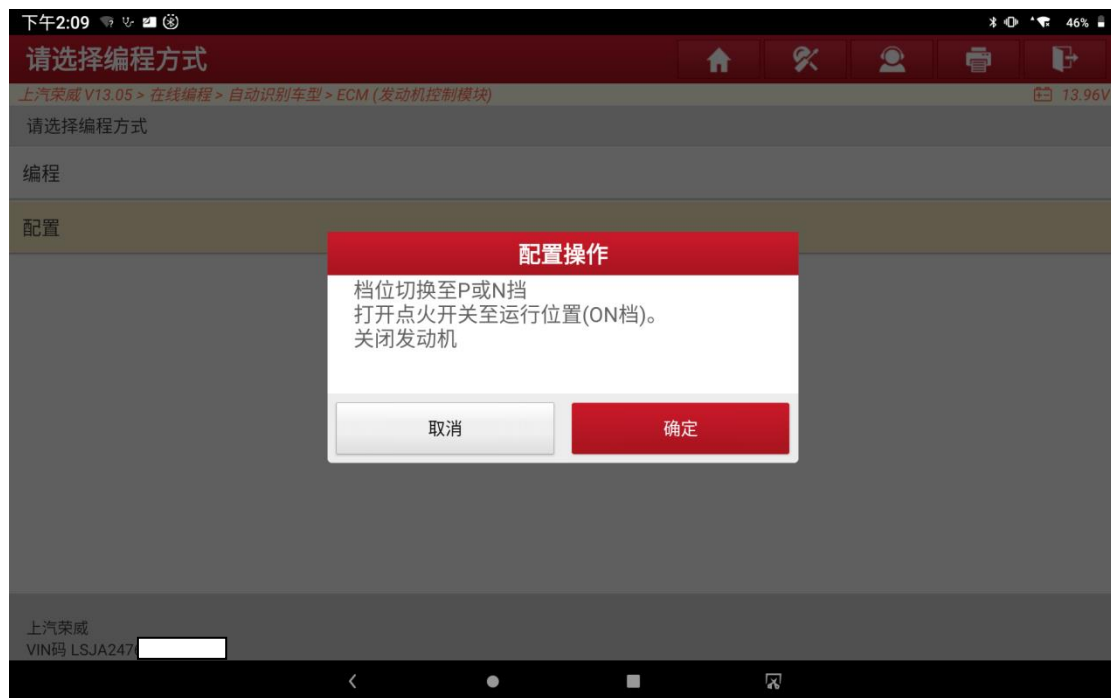

图 12
2. 下载配置的文件之后满足显示的提示信息条件 (图 12)